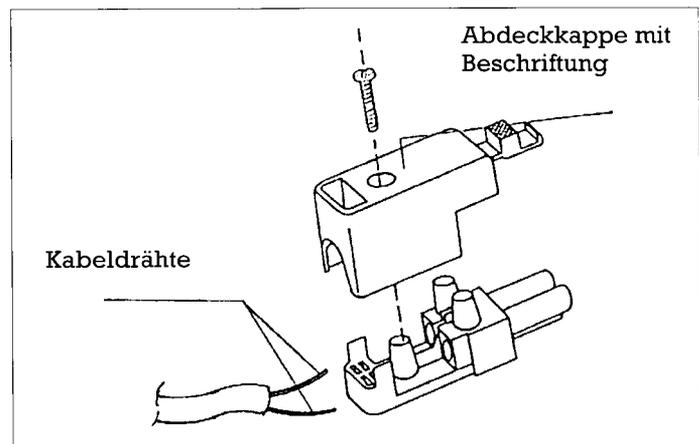

Abb. 4
- Das aufgesteckte Stecker- oder Buchsenteil abnehmen und die Abdeckkappe losschrauben (Abb.4)